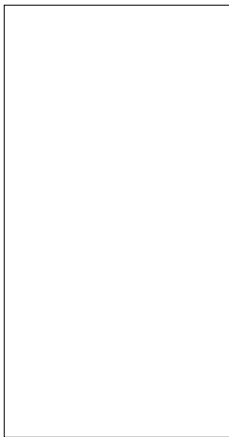

Fig.4
10. Ich befestige den Plastiksack am Kraftmesser, den ich auf Null stelle, um das Gewicht des Sacks zu eliminieren; ich fülle Wasser aus dem Reservoir in den Sack (siehe Fig.4).